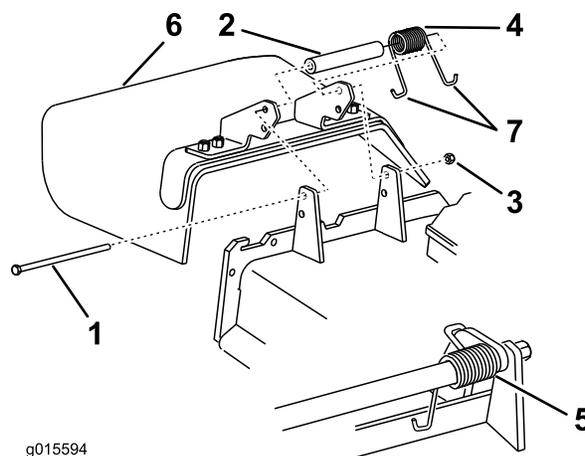

Figure 62
1. Retirez le contre-écrou, le boulon, le ressort et l'entretoise qui fixent le déflecteur aux supports de pivot (Figure 62).
**Remarque:** Prenez soin de placer une extrémité en **J** du ressort derrière le bord du plateau avant de mettre le boulon en place, comme indiqué à la Figure 62.
6. Accrochez une extrémité en **J** du ressort au déflecteur d'herbe (Figure 62).